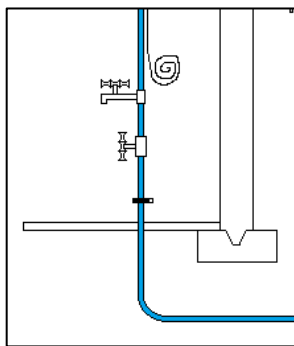

FIGURE 8
- 10.7 Un électricien déconnecte le conducteur de MALT de son raccord et s'assure de l'isoler (aucun contact électrique) de la partie inférieure de la conduite d'eau (FIG.8).